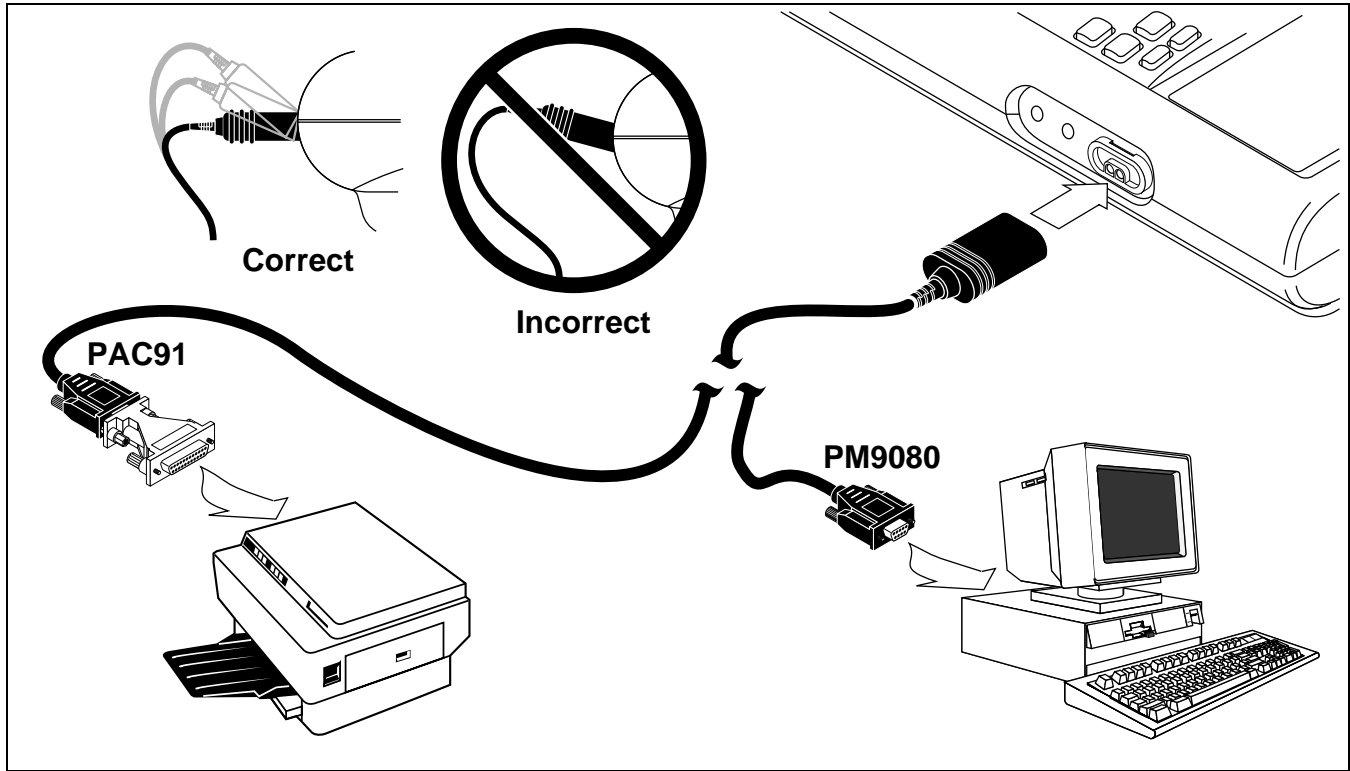

Figure 6-2. Connexions du PC et de l'imprimante
Pour le modèle 867B, consultez la figure 6-2 pour obtenir des instructions sur le raccordement d'une imprimante ou d'un PC au GMM.
2. Connectez le GMM à une imprimante série conformément à la figure 6-2. Vous pouvez aussi télécharger l'écran vers le logiciel d'application FlukeView 860 tournant sur PC, puis lancer l'impression à partir du logiciel FlukeView 860.